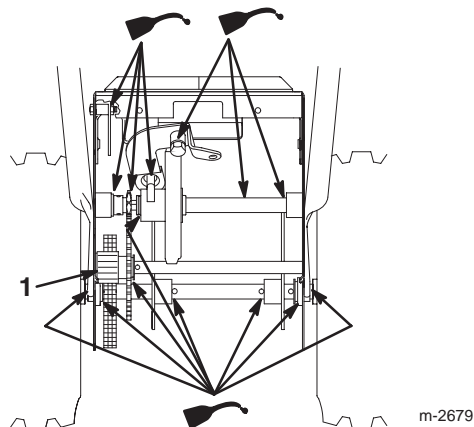

Figure 34
6. Lubrifiez légèrement la déneigeuse avec de l'huile légère comme illustré aux Figures 34 et 35.
8. Graissez légèrement l'engrenage de l'essieu (Fig. 34).